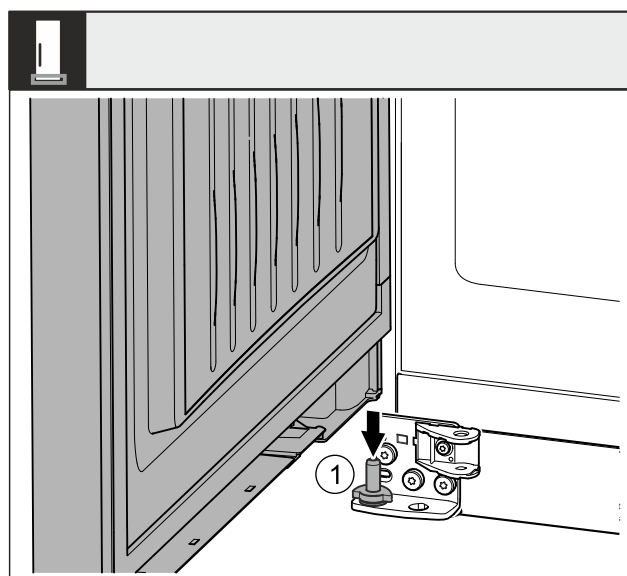

Fig. 42
- ▶ Așezați ușa de sus pe bolțul inferior de lagăr Fig. 42 (1).